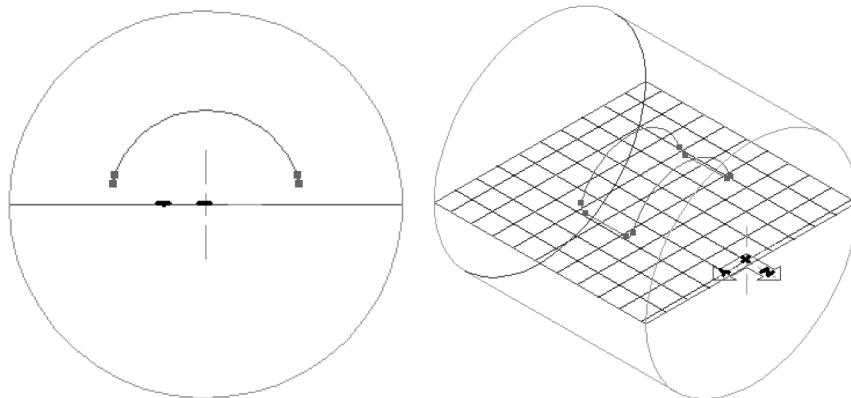

图 2-92 轮廓包裹
4) 打开包裹图素 。从端面观看图素，图素会显示为轮廓包裹在一个直径上，如图 2-92 所示。